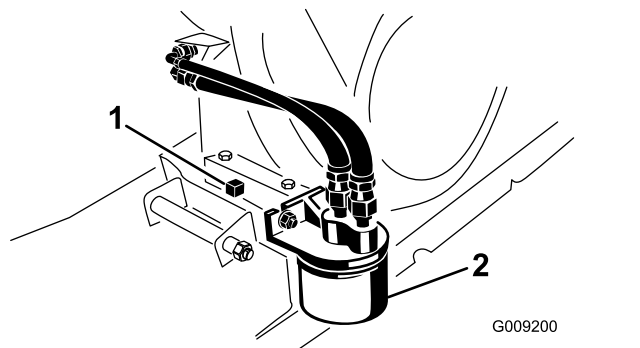

図 34
6. ドレンプラグの下にオイルを受ける容器をおく 図 34。
7. ドレンプラグを抜きシールを外す 図 34。
2. 既存のオイルフィルタを外す 図 34。
4. ガスケットが取り付けプレートに当たるまで手で回して取り付け、そこから更に 1/2-3/4 回転増し締めする 図 34。